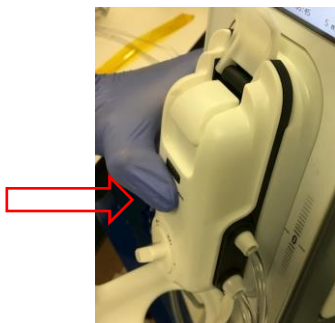

Figur 1: De tre ender af slangesættet: (1) vandingsposens spids; (2) to stik; og (3) drænposen.
4. Åbn forsigtigt slangesæt pakken for at opretholde den sterile tilstand som vist i figur 1. Oprethold strengt sterile forhold ved håndtering af vandingsspids og stik.